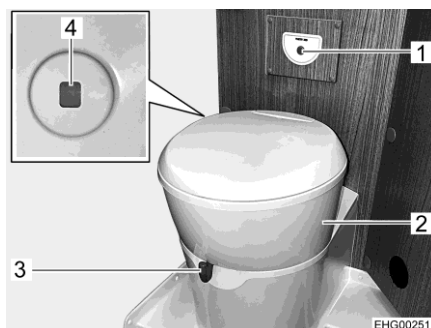

Fig. 96 Toilette
La tazza del WC può essere orientata nella posizione desiderata. A tale scopo, prendere con entrambe le mani la parte superiore (Fig. 96,2) della toilette e ruotare.
La centralina di controllo con il pulsante dello sciacquone (Fig. 96,1) è posizionata vicino alla tazza del WC.
- Prima di tirare l'acqua, aprire il cursore della toilette. A tal fine girare la leva del cursore (Fig. 96,3) in senso antiorario.
- Per sciacquare premere il pulsante blu (Fig. 96,1).
Il colore dell'indicatore di livello (Fig. 96,4) passa da verde a rosso quando è necessario svuotare il serbatoio fecale.